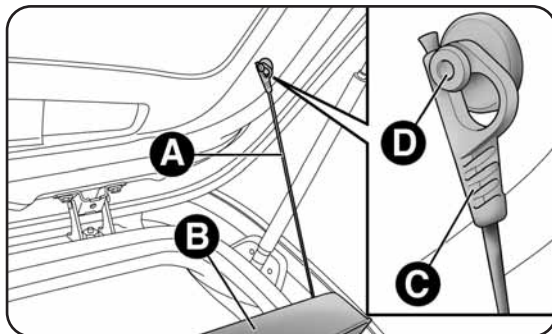

fig. 62
- dégager l'extrémité des deux tirants A-fig. 62 qui soutiennent la plage arrière B en extrayant les boutonnières C des axes D;